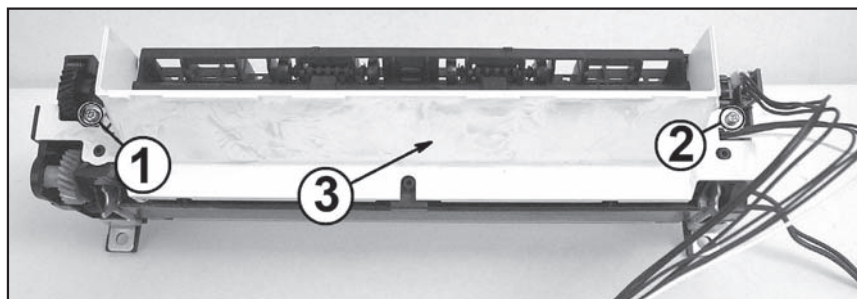

Рис. 61
1. Располагают узел выходным валом транспорта бумаги вверх, шестерни привода термовала расположены с левой стороны. Откручивают винты 1 и 2 (рис. 61) крепления передней крышки 3, перемещают ее вверх и снимают с узла. Левый винт 1 (рис. 61) крепления передней крышки антивандальный, с полукруглой головкой и шлицом Torx-Pin.